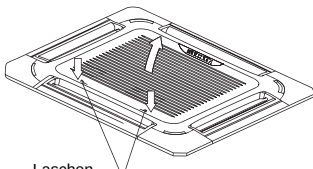

Abb. 5-9
- Schieben Sie beide Laschen gleichzeitig in die Mitte und ziehen Sie sie dann nach oben (Siehe Abb. 5-9).